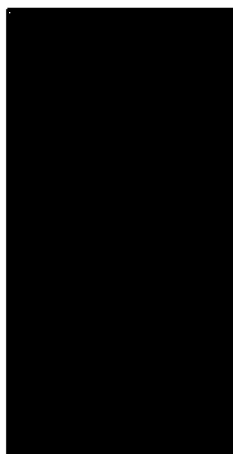

Рис. 7-10. Выбор приложения и типа исследования
3. Выберите тип исследования («Abdomen» (Брюшная полость), «Heart» (Сердце) или «Venous» (Вены)) из меню, показанного в Рис. 7-10, или из меню быстрых ссылок, показанного в Рис. 7-11.